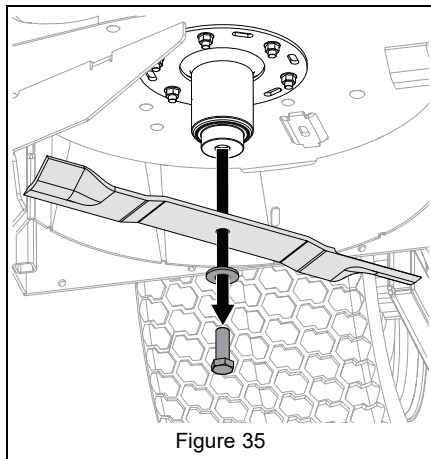

Figure 35
2. Débrancher les câbles de bougies. Voir Figure 35.
Voir Figure 35.